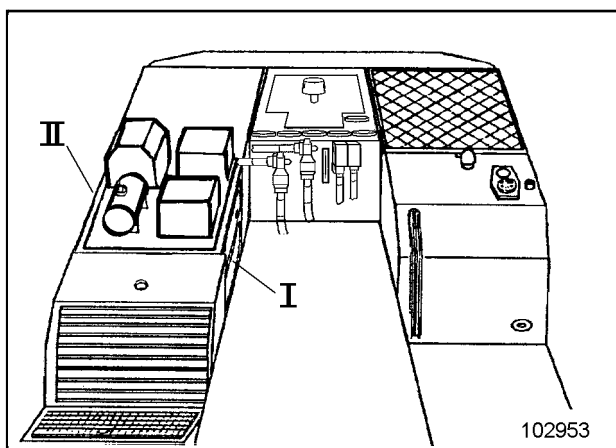

Fig. 2
- Klappe I (Fig. 2) öffnen, Filter sind zugänglich